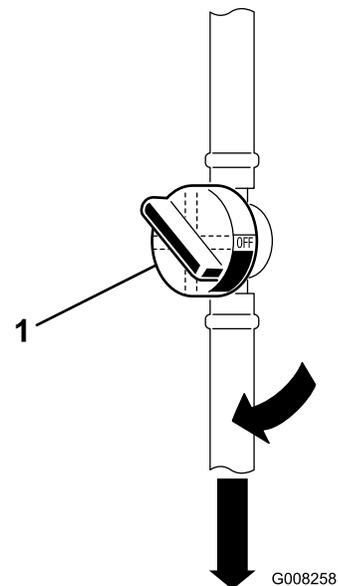

Figura 10
1. Abra la válvula de cierre de combustible que se encuentra entre el depósito de combustible y el motor (Figura 10).